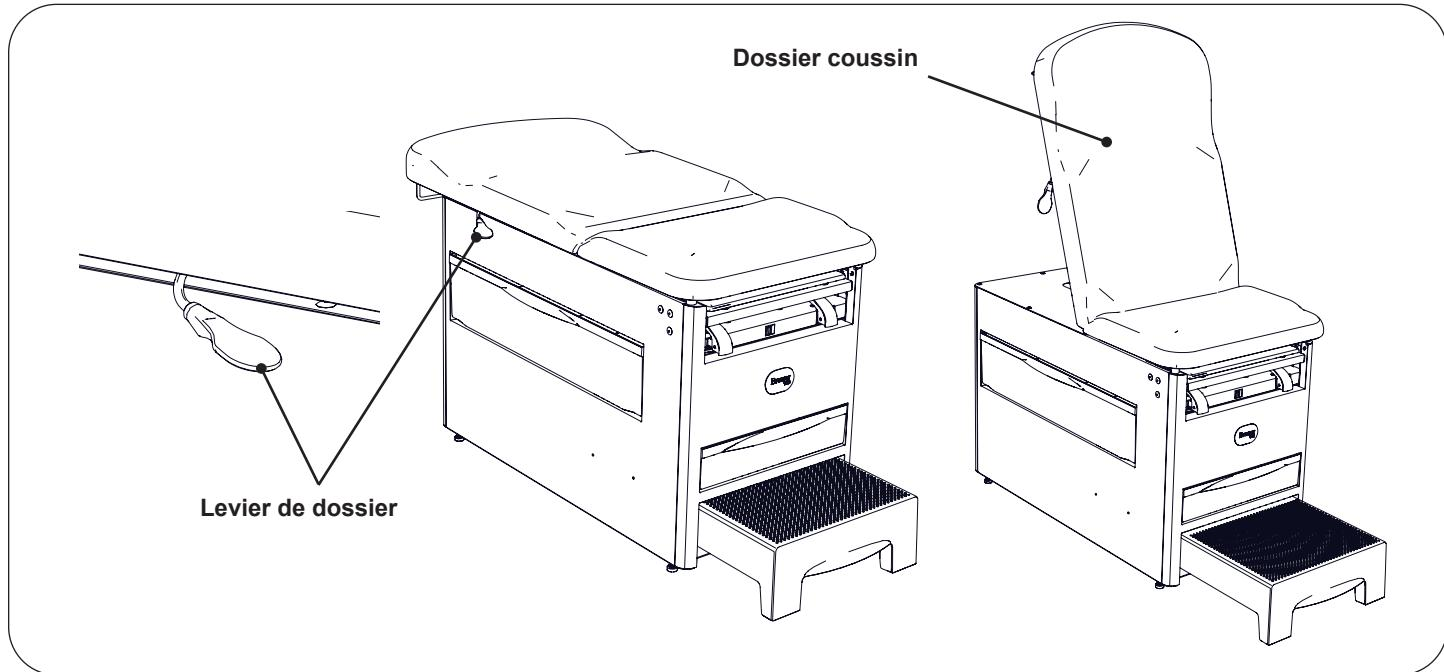

Figure 15. Fonctionnement du dossier coussin
1. Appuyez sur le levier du dossier et maintenez-le enfoncé, soulevez le dossier coussin vers le haut pour le relever (Figure 15). Relâcher le levier verrouillera automatiquement la table dans la position souhaitée.